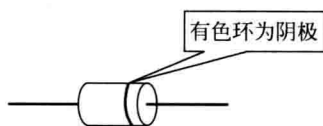

图 1.1 二极管识读
(1) 学生自主阅读本任务“知识链接”的内容,自主学习半导体知识及二极管特性等;上网查阅二极管的结构、作用、类型等内容。
(2) 二极管的检测与识别
① 识别方法:一般整流用二极管的阴极有一色环标记,如图 1.1 所示。